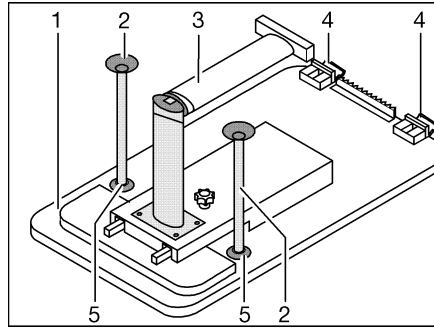

Fig. 96 Sommier de lit
- Soulever légèrement le plateau de table (Fig. 96,1) à l'avant.
- Déverrouiller le pied de table (Fig. 96,3) au niveau de l'articulation et le replier.
- Faire pivoter le plateau de table de 45° vers le haut et décrocher les fixations (Fig. 96,4) du rail de fixation supérieur.
- Suivant le modèle, enfoncer les deux pieds d'appui supplémentaires (Fig. 96,2) dans les fixations (Fig. 96,5) sur le dessous du plateau de table.